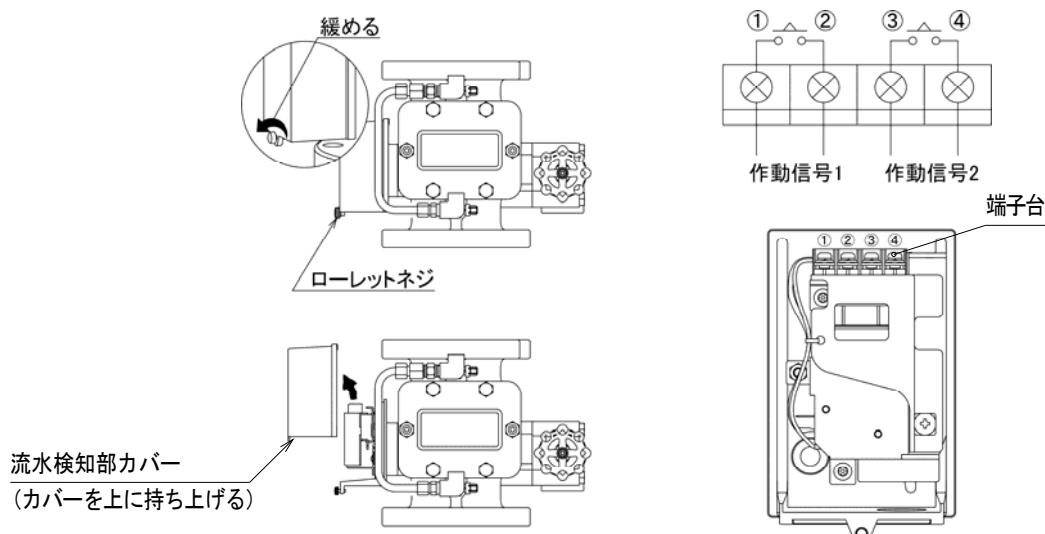

図8
(3) 付属品の取付（流水検知装置を据付後に実施）
- ①圧力計を取り付けてください。（ねじ部にはシールテープを使用し、ペースト状のシール材は使用しないでください）
- ②「常時開」プレートを1次側制御弁に、「常時閉」プレートを排水弁（V1）に取り付けてください。
(4) 結線（図8参照）
- ①流水検知部のローレットネジ（1本）を流水検知部カバーが外せるようになるまで緩めてください。（ローレットネジを完全に外す必要はありません。）
- ②流水検知部カバーを上に持ち上げて外してください。
- ③図8に示すように端子番号「①—②」または「③—④」のどちらかに結線してください。